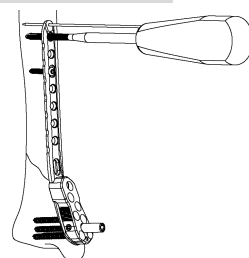

図 21
- 20) 骨質が硬い場合は、4.5LS 用タップで、プレタッップを行います。(図 21)